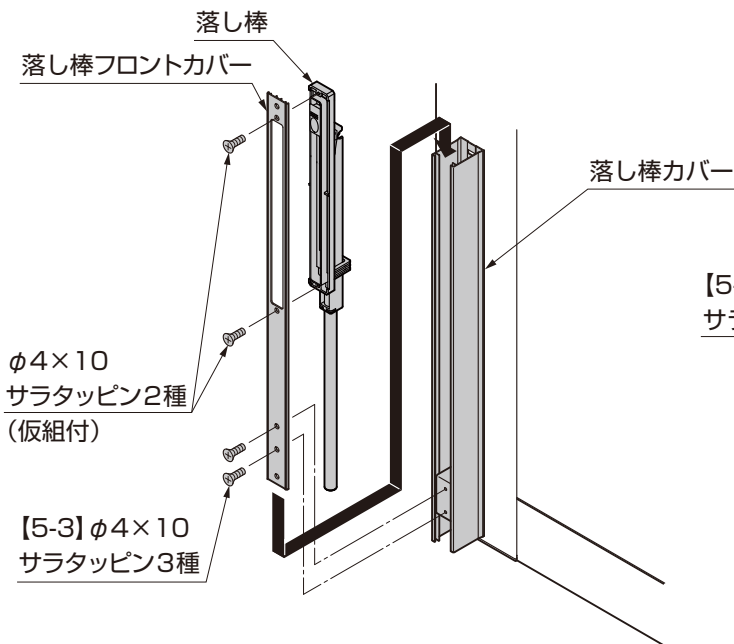
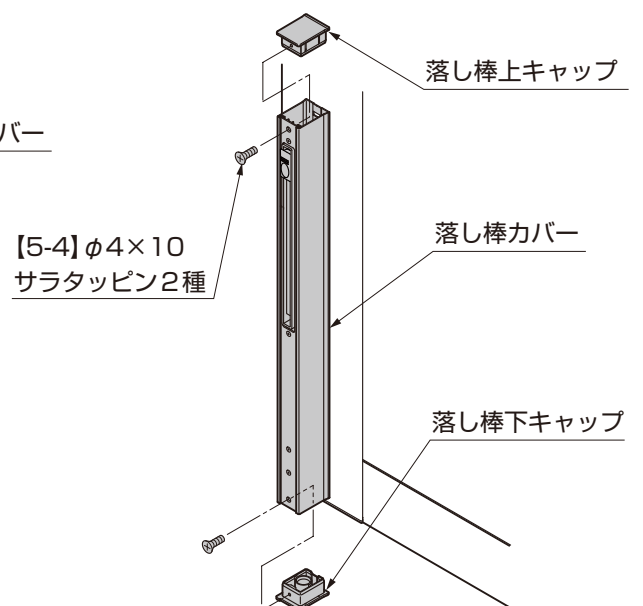

図 9-3
図 9-4
- ③仮組付けしてある落とし棒と落とし棒フロントカバーを落とし棒カバーに上から差込んで、落とし棒ガイドに【5-3】で取付けてください。(図9-3参照)
- ④落とし棒と落とし棒フロントカバーを仮組付けしているネジを締めてください。
- ⑤落とし棒カバーに落とし棒上キャップと落とし棒下キャップをそれぞれ【5-4】で取付けてください。(図9-4参照)